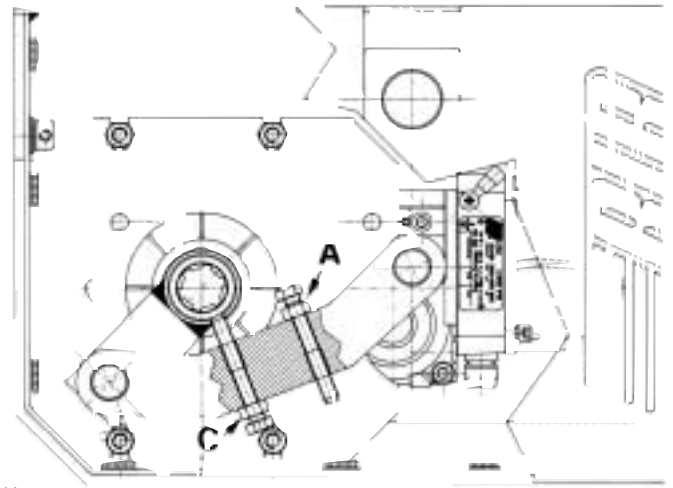

Abb. 11
- Die gewünschte Toröffnung über Ein- bzw. Abdrehen der entsprechenden Endlagenschraube (A) einstellen. Anschließend die Position durch Arretieren der Gegenmutter fixieren (Abb. 11). Die Schließbewegung über die Schraube (C) regulieren.